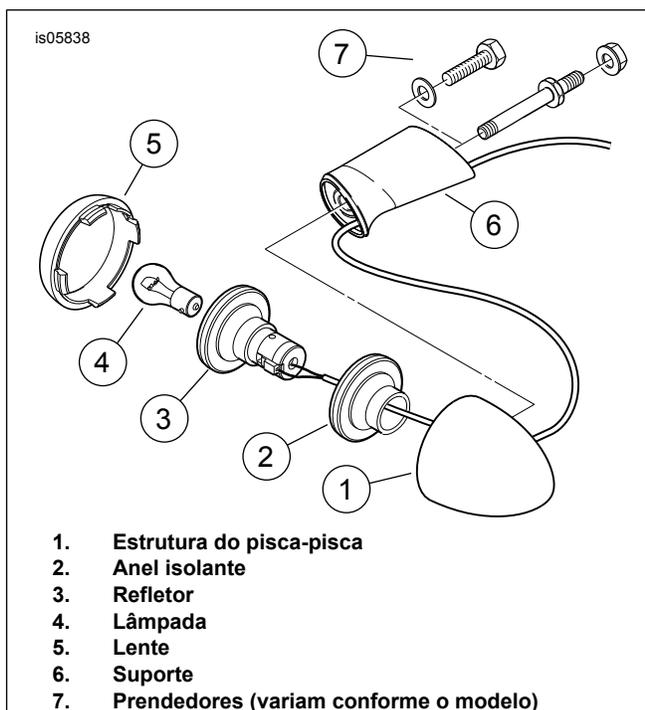

Figura 4. Pisca-pisca traseiro (típico)
6. Veja a Figura 4. Remova a lente (5) de uma das estruturas do pisca-pisca traseiro (1).
- Continue puxando os fios do pisca-pisca através do furo (7), enquanto orienta o refletor (Figura 4, item 3) e o anel isolante (2) na estrutura do pisca-pisca.
- Aparafuse a estrutura do pisca-pisca (1) na extremidade rosqueada da barra do pisca-pisca, tomando cuidado para não torcer os fios. Deixe a estrutura do pisca-pisca fixada na barra sem apertar.
- Instale a lâmpada (4) e a lente (5). Se quiser, marque a nova extremidade do fio “direito” ou “esquerdo” do pisca-pisca conforme apropriado. O pisca-pisca direito tem os fios preto (BK) e marrom (BN). O pisca-pisca esquerdo tem os fios preto (BK) e violeta (V).